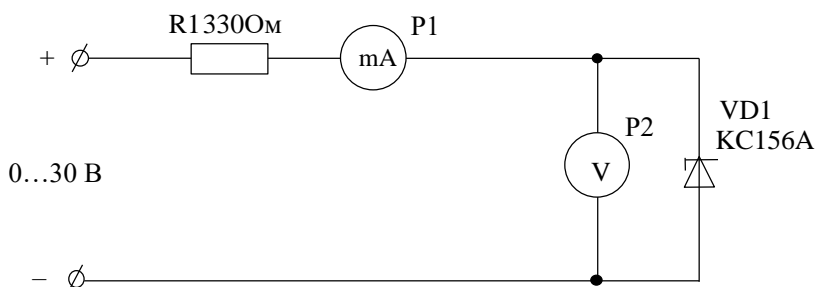

Рис. 2. Электрическая схема для снятия ВАХ стабилитрона (обратная ветвь)
2. Собрать схему, показанную на рис.2 и снять обратную ветвь ВАХ стабилитрона: $I_{обр.} = f(U_{обр.})$.